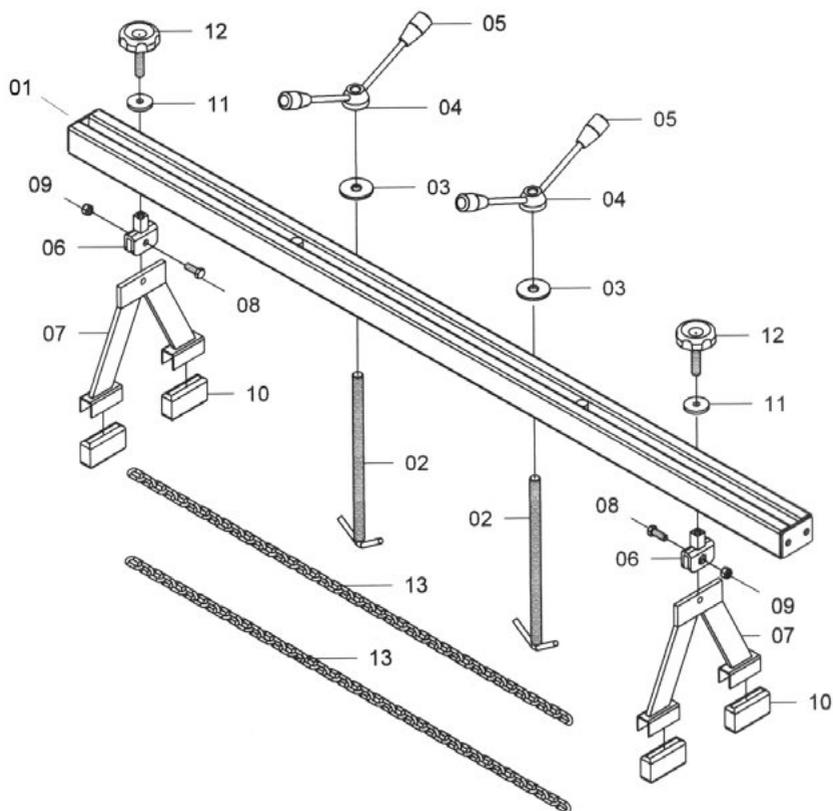

Рис. 2
2. Установите траверсу на две опорные пластины (Рис. 2, п. 07) на внутренние поверхности моторного отсека. Резиновые вставки (Рис. 2, п. 10) прочно удерживают траверсу и предохраняют лакокрасочное покрытие автомобиля от повреждений.
3. Выберите необходимый угол крепления опор к поверхности моторного отсека с помощью регулируемых крепёжных болтов (Рис. 2, п. 12 и п. 06).
5. Закрепите двигатель с помощью цепей (Рис. 2, п.13).
6. Дополнительно проверьте затяжку всех крепёжных болтов и приспособлений (Рис. 2, п.12 и п. 05).